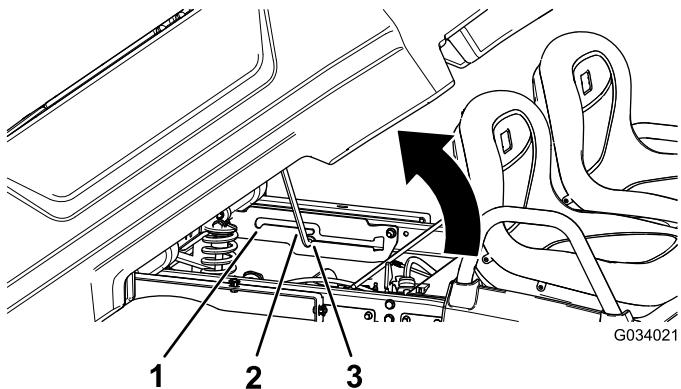

図 17
2. 支え棒をダンプ位置の固定スロットにはめ込んで荷台を固定する図 17。
2. 支え棒を整備位置の固定スロットにはめ込んで荷台を固定する図 17。
2. 荷台の底部のスロットにはめ込んでいた支え棒を外す図 17。